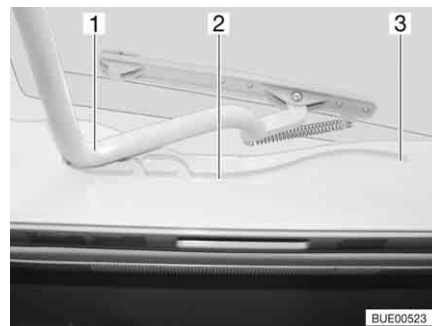

Fig. 69 Lanterneau Heki, glissière
- Tirer l'étrier (Fig. 69,1) dans les glissières (Fig. 69,2) jusqu'à la position la plus reculée (Fig. 69,3).
- Pousser l'étrier (Fig. 69,1) légèrement vers le haut avec les deux mains.
- Tirer l'étrier dans les glissières (Fig. 69,2) jusqu'à la position souhaitée.